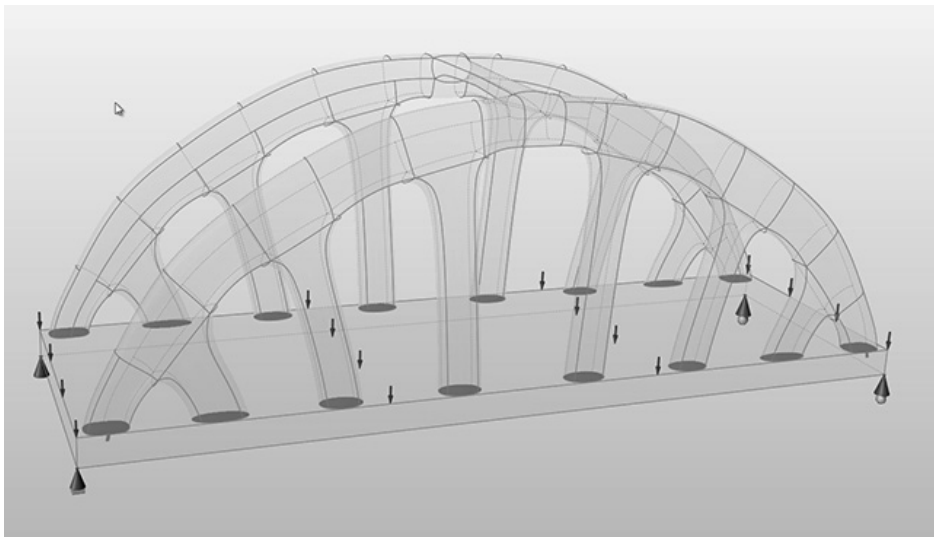

图 15-42
7) 选择结构仿真功能区的接触工具。PolyNURBS 和底座接触的区域显示为红色，如图 15-42 所示。